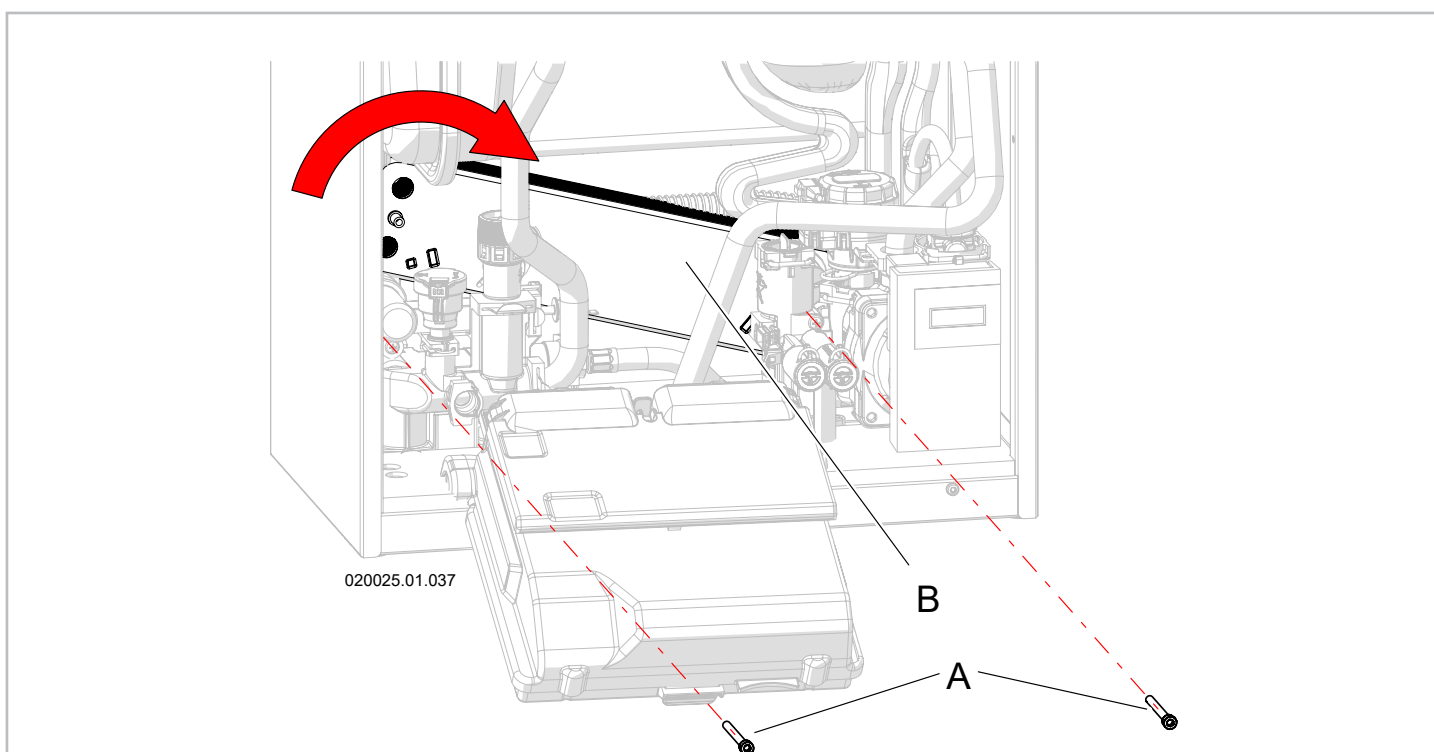

Figura 73
1. - Quando non è diversamente specificato fare riferimento a Figura 73;